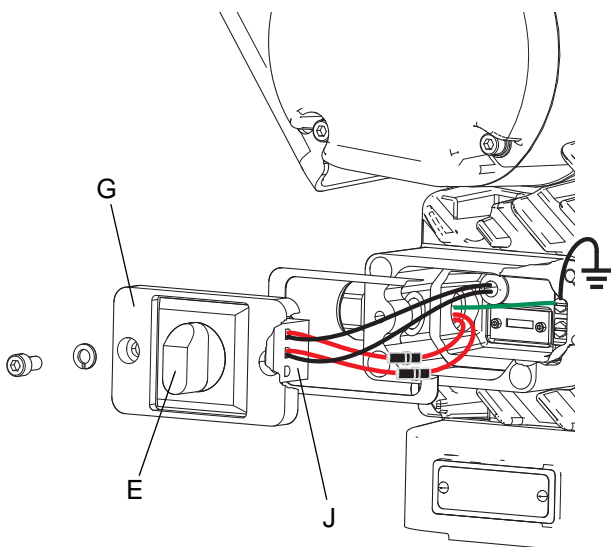

FIG. 5 : Fil de terre
- S'il y a suffisamment de place, poser les fils du ventilateur et les autres fils conducteurs dans la partie ouverte sur chaque côté du bloc de raccordement (J). Remettre le couvercle du boîtier de raccordement. Voir FIG. 5.